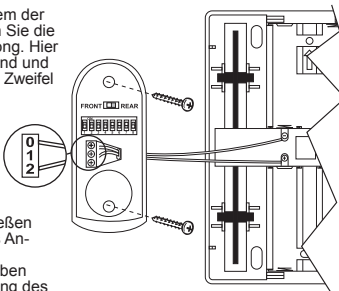

Abb. 8
- Öffnen Sie die Sendeeinheit (Abb. 4+5) und schließen Sie den Klingeldraht an die Klammern 0 und 2 des Anschlussblocks an (Abb. 8).